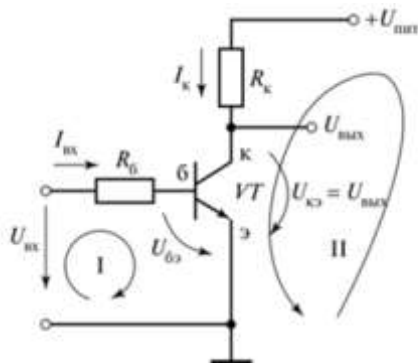
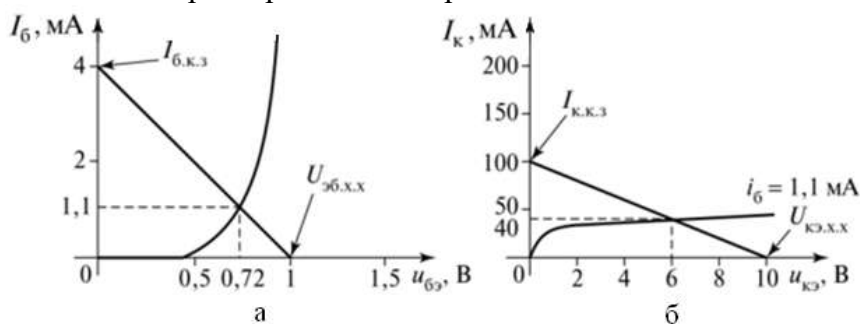

Рис. 1 Простейший усилительный каскад на биполярном транзисторе, включенном по схеме с общим эмиттером
Рис. 2 ВАХ транзистора и нагрузочные прямые:
Для схемы (рис.1) определить ток коллектора I_K и выходное напряжение $U_{ВЫХ}$.
Решение: Для определения напряжения и тока применим метод построения нагрузочной прямой, но сначала проанализируем схему. На схеме (Рис.1) эмиттер транзистора VT соединен с «общей точкой» схемы, т.е. с точкой, потенциал которой принимается равным 0. Таким образом, схема включения транзистора – общий эмиттер. Выходное напряжение снимается с коллектора транзистора (разница потенциалов между коллектором и общей точкой), а напряжение питания приложено к точкам цепи +УПИТ и общей точке. Входные и выходные характеристики транзистора КТ603А при включении с общим эмиттером приведены на рис.2.
Составим уравнение по закону Кирхгофа для контура I (рис.1): $I_{BX} R_B + U_{БЭ} - U_{BX} = 0$.
Построим нагрузочную прямую на входной характеристике транзистора (рис.2, а).
Для построения нагрузочной прямой на выходной харктеристике составим уравнение по второму закону Кирхгофа для контура II (рис. 1): $I_K R_K + U_{КЭ} - U_{ПИТ} = 0$
Построим нагрузочную прямую на выходной характеристике транзистора (рис.2, б). Из семейства выходных характеристик выберем ту, которая соответствует базовому току $I_B = 1,1 \text{ мА}$. На пересечении ВАХ транзистора для тока базы $I_B = 1,1 \text{ мА}$ и нагрузочной прямой определим ток коллектора I_K и напряжение коллектор-эмиттер $U_{КЭ}$: $I_K = 0,04 \text{ мА}$, $U_{КЭ} = 6 \text{ В}$.
- Для схемы (рис.1) определить ток коллектора I_K и выходное напряжение $U_{ВЫХ}$. Тип транзистора и значения U_{BX} , $U_{ПИТ}$, R_B , R_K указаны в таблице (по вариантам). Входные и выходные характеристики транзисторов приведены на рисунках.